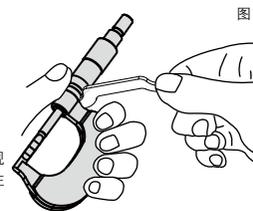

图1
- 如果基准点误差为 ±0.01 mm或以下(图1和2)将随附的套筒扳手插入固定套管基准线背面的孔中,然后旋转固定套管,直到基准线与微分筒上的零刻度线对齐。